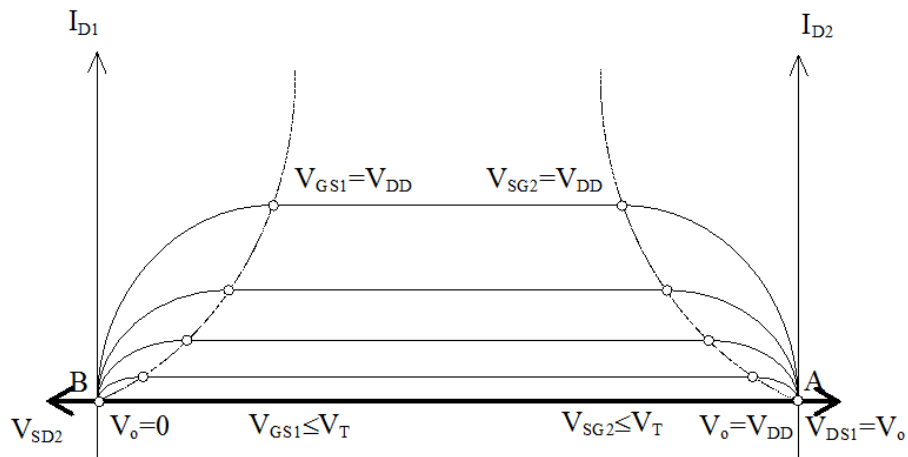

Fig. 9.3. Funcionamiento básico en conmutación del inversor CMOS.
Cuando la tensión de entrada es baja ($V_i = V_{iL} = 0$), la tensión puerta-fuente del NMOS es $V_{GS1} = 0$, con lo que está en corte (OFF), la tensión fuente-puerta del PMOS es $V_{SG2} = V_{DD}$, con lo que está en conducción (ON), y mantiene la tensión de salida a nivel alto $V_o = V_{OH} = V_{DD}$, en el punto A de las características de salida (ver Fig. 9.3). Nótese que aunque el PMOS está operando a corriente y tensión de fuente-drenador casi cero, proporciona un camino de baja resistencia entre la salida y el positivo de alimentación V_{DD} , y por ello se le llama transistor de subida (*pull-up*).
Cuando la tensión de entrada es alta ($V_i = V_{iH} = V_{DD}$), la tensión fuente-puerta del PMOS es $V_{SG2} = 0$, con lo que está en corte (OFF), la tensión puerta-fuente del NMOS es $V_{GS1} = V_{DD}$, con lo que está en conducción (ON), y mantiene la tensión de salida a nivel bajo $V_o = V_{OL} = 0$, en el punto B de las características de salida (ver Fig. 9.3). Nótese que aunque el NMOS está operando a corriente y tensión de drenador-fuente casi cero, proporciona un camino de baja resistencia entre la salida y masa (0 V), y por ello se le llama transistor de caída (*pull-down*).